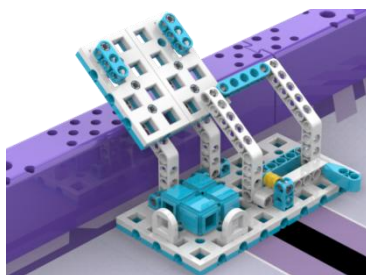

图 5 完成状态示意
(2) 得分标准：通讯模组与底板有接触且不与地图接触，得 50 分，如图 5。